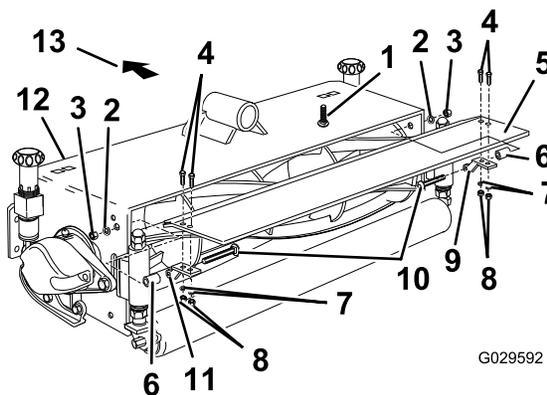

Figure 13
13. Montez les déflecteurs sur les plateaux de coupe 1, 3, 5 et 7 à l'aide des supports et des rondelles, et fixez-les avec les fixations comme montré à la **Figure 13**.